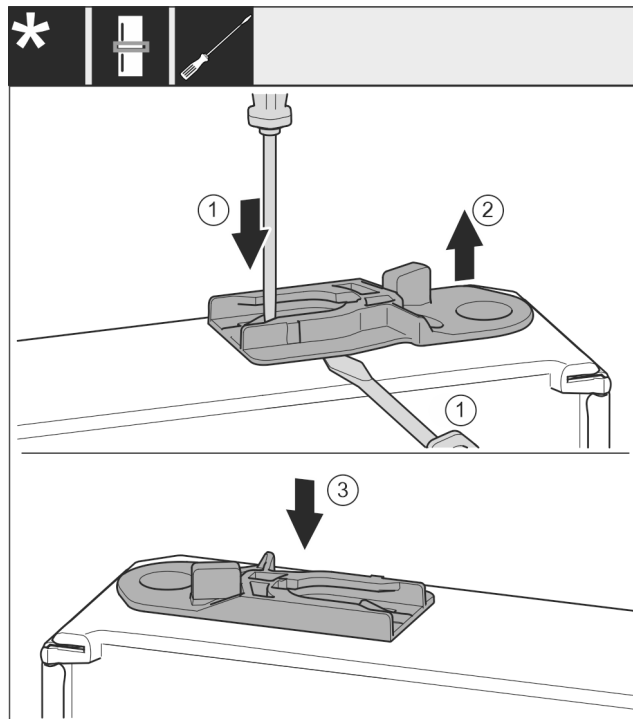

Fig. 53 \*
- ▶ Извлеките направляющее гнездо: прижмите накладку Fig. 53 (1) шлицевой отверткой и одновременно переместите ее шлицевой отверткой под направляющее гнездо Fig. 53 (2)\*
- ▶ Вставьте входящее в комплект поставки направляющее гнездо Fig. 53 (3) на другой стороне корпуса.\*